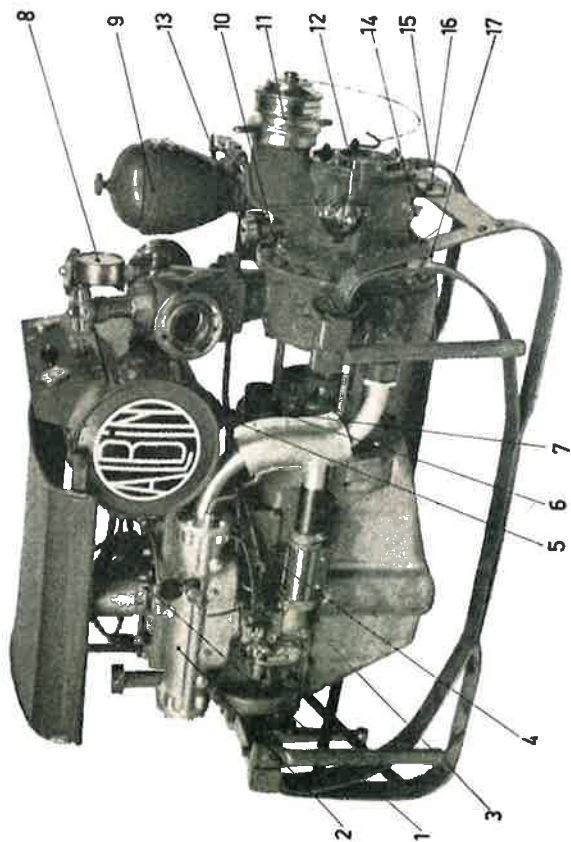
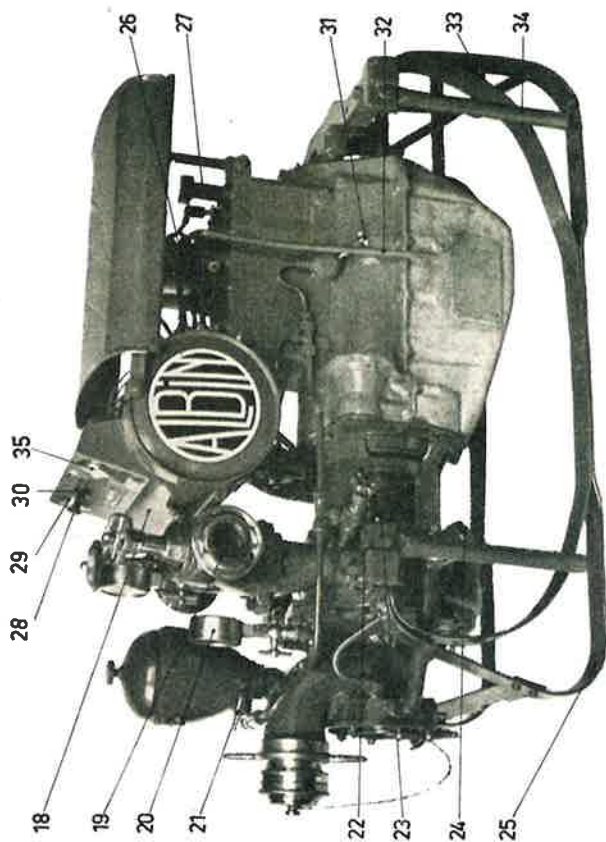

Fig. 11
Fig. 12
Motorns vattenmantlar tillföras vatten från sprutpumpen. Under de få ögonblick, som åtgå från starten till dess pumpen tager upp vatten, arbetar motorn utan kylvatten, vilket tillåtes utan risk, om motorn vid starten är kall. Vid längre körning av motorn (exempelvis över en minut) utan att kylvatten från sprutpumpen erhålles, måste kylvatten tillföras motorn genom påfyllningstratten 9 (fig. 11). Härvid stänges kranen 22 (fig. 12) och öppnas kranen 21. På detta sätt kan motorn alltså köras, utan att sugslangen behöver anslutas, exempelvis vid kontroll av motorn e. d.
Motorns arbetstemperatur skall vara hög. Det är skadligt för motorn att hålla denna för kall. Motorn skall vara så varm som möjligt utan att vattnet kokar, dvs. temperaturen på avgående kylvattnet skall vara minst $+ 80^{\circ}\text{C}$. Temperaturen bestäms av den kylvattenmängd, som släppes genom motorn, och denna regleras medelst kranen 22, fig. 12.
När kylvattnet passerat genom kylmantlarna, avrinner det dels genom avloppsröret 32 (fig. 12) och dels genom motorns avgasledning, där det tjänstgör som ljuddämpande medel. I avgasledningen bör för undvikande av effektförlust insläppas blott ca en tredjedel av kylvattenmängden och detta sker genom att 3-vägskranen 26 ställs på mellanläge. Kylvattenmängden genom avgasledningen resp. röret 32 regleras medelst 3-vägskranen 26, fig. 12.
Förgasaren är utrustad med en speciell köldstartanordning, vilken utgöres av en särskild förgasare, som fungerar helt oberoende av huvudförgasaren, ehuru den är ansluten till denna. Köldstarten skall vara i funktion under motorns start och huvudförgasaren måste då vara *helt fränkopplad*, dvs. gasregleringsarmen 1 (fig. 11) skall stå i sitt "bottenläge" startläge eller längst till höger sett enl. fig. 11. Detta är mycket viktigt. *Köldstartanordningen träder nämligen i funktion, när man dräger ut köldstartreglaget 28 (fig. 12) under förutsättning att gasregleringsarmen står i bottenläge*, såsom ovan nämnts. Observera att köldstarten sålunda ej är jämförbar med en vanlig s. k. "choke".
Ställ gasregleringsarmen 1 (fig. 11) i "bottenläge" tillkoppla köldstarten samt veva motorn runt 5—10 varv, varefter gasspjället öppnas något. Motorn startas nu med ett kraftigt ryck i startveven. Köldstartanordningen bör vara inkopplad under $1\frac{1}{2}$ —2 min., den längre tiden vid starkare kyla.
Ställ gasregleringsarmen 1 (fig. 11) i "bottenläge" tillkoppla köldstarten helt samt veva motorn hastigt runt tills den startar. Så snart den startat ställs köldstartanordningen i medelläge. I detta läge bör motorn gå under 1—3 min., den längre tiden vid starkare kyla.
1. Stäng kranarna nr 4, 10, 15, 17 (2 st), 19 (2 st), 21, 22 och 31 liksom avstängningsventilen i påfyllningstratten 9 (fig. 11). Ändamålet härmed är att avstänga all lufttillförsel under evakueringen. *Står någon kran öppen kan evakuering omöjliggöras.*
4. Ställ kranen 26, fig. 12, för kylvattenutloppet på direktutlopp.
7. Fyll behållaren 9 (fig. 11) med vatten (ev. spritblandat vintertid). Detta bör helst vara gjort i förväg efter föregående användning av sprutan. Se sid. 5 "Evakueringsystemet, verkningssätt". Vid påfyllning av behållaren skall evakueringspumpens kran vara stängd, dvs. handtaget ställt på "E". Se fig. 3.
9. Efter ovanstående förberedelser startas motorn varvid köldstarten skall vara inkopplad, dvs. reglaget 28, fig. 12, helt utdraget. Se "Köldstartanordningen", sid. 13.
11. *Vid stark kyla* bör motorn få gå i tomgång $\frac{1}{2}$ à 1 min. (köldstartreglaget utdraget så länge detta visar sig behövt), se sid. 13, för att uppnå viss värme, innan varvtalet ökas för evakueringen (glöm ej att skruva av locket 16 fig. 11). Fyllningen av evakueringspumpen skall ske först efter starten och under det att motorn går sakta i tomgång, dvs. fyllningen bör alltid göras först strax innan man är färdig att evakuera.
12. Så snart sprutpumpen tager vatten, vilket synes genom att tryckmanometern ger utslag, öppnas kranen 22 (fig. 12), så att motorn får kylvatten. *Detta skall alltid vara den första åtgärden sedan man fått upp vatten.*
14. Kontrollera tryckmanometern 8 (fig. 11). Ventilkranarna böra ej öppnas förrän 4 à 5 kg/cm² tryck uppnåtts. Under den fortsatta körningen anpassas sedan trycket efter behov genom olika varvtal.
15. Kontrollera oljemanometern 29 (fig. 12). Se sid. 10 "Smörjsystemet".
16. Under körningen regleras vid behov kylvattenmängden till motorns kylmantlar medelst kranen 22 (fig. 12) så att motorn får rätt temperatur. Se sid. 11 "Kylsystemet".
19. Kontrollera att packboxmuttern 23 (fig. 12) är lagom åtdragen, så att ej luft inkommer vid evakueringen. Några droppar vatten skall alltid tränga fram för kylning och smörjning av packningen.
21. *Vidare skall en kort stund innan motorn stoppas, (en eller två minuter) 3-vägskranen 26 (fig. 12) för kylvattenutloppet ställas om, så att vattnet går ut genom röret 32, och avgasledningen på så sätt blåses fri från vatten.*
Oljan för motorns smörjning påfylls i vevhuset genom tratten 27 (fig. 12). Håll oljenivån mellan märkena på måttickan 3. Vevhuset rymmer 4 liter.
Pumpaxelns kullager 16 (fig. 2) bör smörjas ungefär var 100:e körtimma. Fyll smörjkoppen 7 (fig. 11) med ett förstklassigt kullagerfett och skruva denna i botten.
Pumpaxelns yttre lager 3 (fig. 2) bör smörjas vid varje påbörjad körning och därefter en gång i timmen genom att fettkoppens lock 13 (fig. 11) tillskrivas ca 2 varv varje gång. För detta lager skall användas ett vattenbeständigt fett (Esso Cazar k-2, Shell Rhodabrease No 2 eller motsvarande). Nämda fett går även att använda för pumpens kullager.